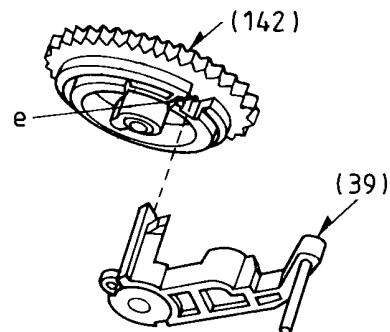

Fig. 47
6.3 Ladekurvenrad (142), Zwischenrad (114)
- Ladekurvenrad (142) so einbauen, daß der Hilfsladehebel (39) in die Aussparung "e" eingreift (Fig. 47).
6.3 Loading Cam Gear (142), Retainer Gear (114)
- Fit the loading cam gear (142) so that the sub loading arm (39) engages with the cutout "e" (Fig. 47).